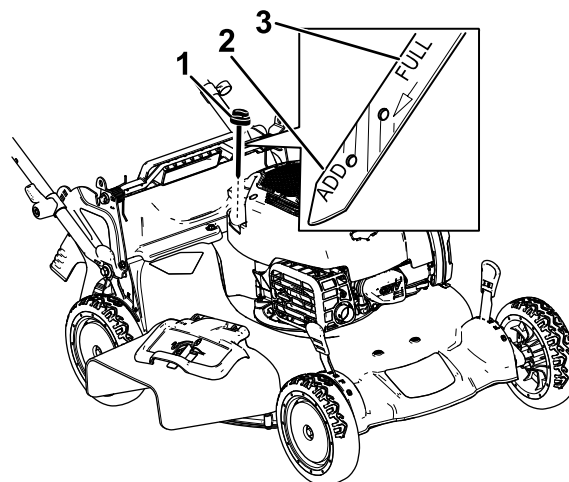

Bild 39
3. Entfernen Sie den Peilstab, indem Sie den Deckel nach links drehen und herausziehen (Bild 39).
10. Lesen Sie den Ölstand am Peilstab ab. (Bild 39)